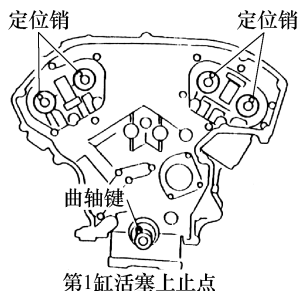

图 3-114 第一缸活塞设定于 TDC 位置
2) 转动曲轴使第一缸活塞处于压缩行程上止点(TDC)，如图 3-114 所示。